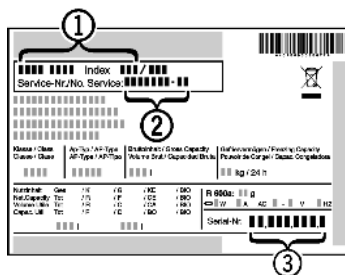

Fig. 26
- ▶ Считать обозначение устройства Fig. 26 (1), сервисный номер Fig. 26 (2) и серийный номер Fig. 26 (3) с заводской таблички. Заводская табличка находится внутри устройства слева.